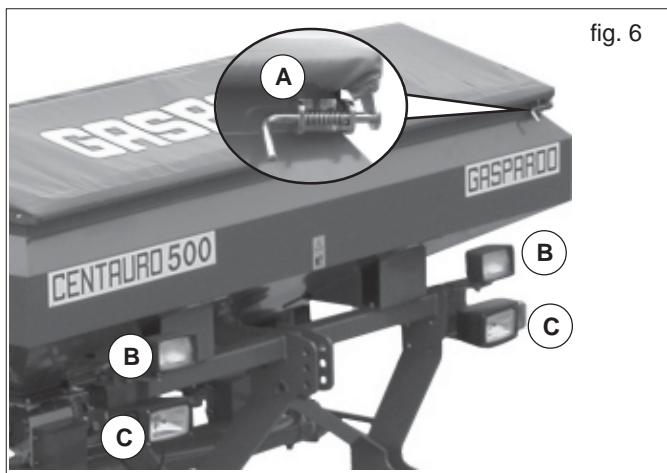
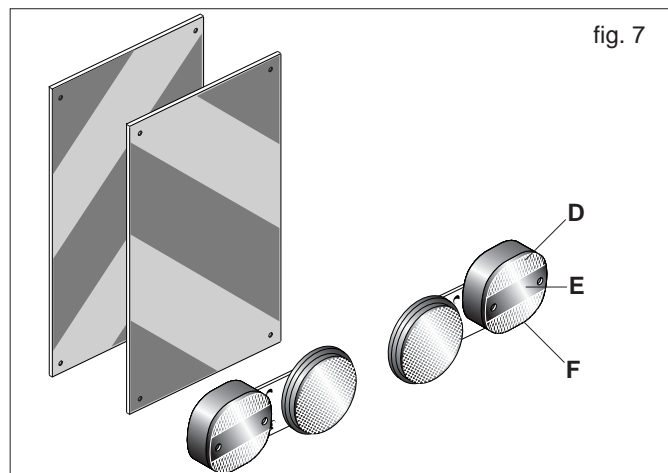

fig. 6
fig. 7
- 34) Effectuer les déplacements sur route avec tous les réservoirs et trémies vides, à une vitesse maximale de 25 km/h. Assurez-vous de la fixation du capôt avec la tringle d'attelage spécifique (A, Fig. 6). Vérifier de temps en temps l'état de la tringle et si nécessaire effectuer la substitution.
- 37) Lorsque les encombrements constitués par des équipements conduits ou semiconduits cachent la visibilité des dispositifs de signalisation et d'éclairage du tracteur, ceux-ci doivent être reproduits de façon adéquate sur les équipements, en respectant les normes du code de la route du pays en question. S'assurer que l'installation des phares fonctionne parfaitement lors de l'utilisation. Les déplacements routiers doivent être effectués avec l'éclairage B (fig. 6) Spenti. Régler l'inclinaison des feux (c fig. 6) dans le respect du code de la route de votre pays. On rappelle en outre que la séquence de signalisation correcte des feux prévoit (Fig. 7):